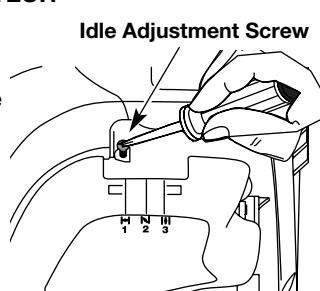

Fig. 32
La vitesse de ralenti du moteur est réglable à l'aide d'une vis de réglage accessible par un trou situé sur le dessus du couvercle du moteur (Fig. 32).
2. Régler la manette des gaz à bas régime (→) et laisser le moteur tourner au ralenti. Si le moteur s'arrête, insérez un petit tournevis à embout cruciforme ou à tête plate dans le trou du couvercle du moteur (Fig. 32). Vissez la vis de réglage du ralenti de 1/8 de tour à la fois (selon le besoin) jusqu'à ce que le moteur tourne au ralenti.